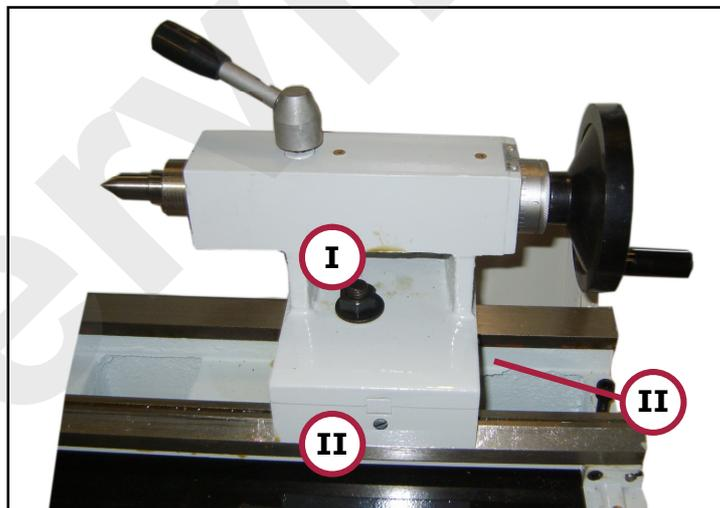

Figura 22 – Allineamento contropunta.
1. Svitare la vite di bloccaggio (rif. I in figura 22);
2. Ruotare la vite di regolazione (rif. II in figura 22) fino ad allineare le tacche di riferimento nella targhetta posteriore (rif. III in figura 22);